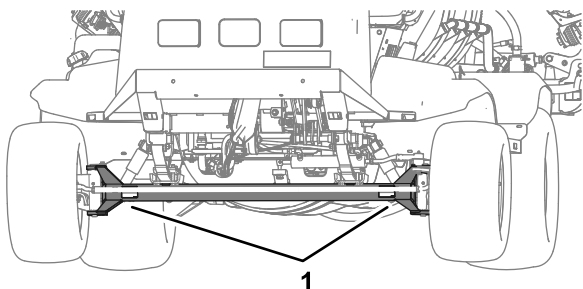
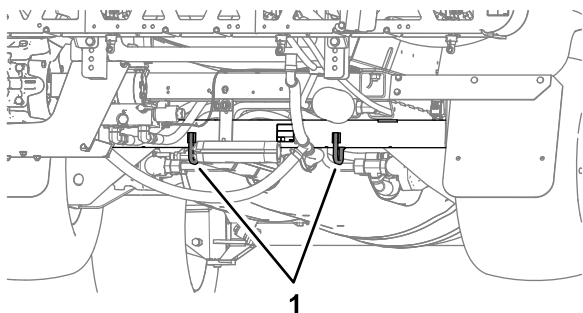

図 91
図 92
- 本機をトラックなどに載せて確実に固定する 図 91 と 図 92 に示すロープ掛けポイントを利用する。